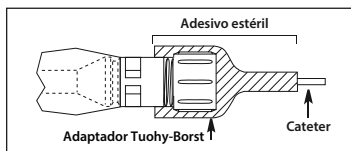

Figura 8
- A extremidade do adaptador Tuohy-Borst da proteção contra contaminação do cateter deve ser fixada com fita adesiva esteril para impedir que o cateter se mova (ver Figura 8).